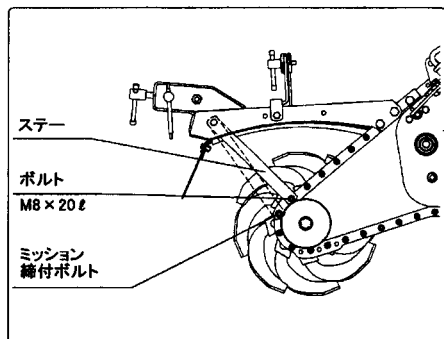

図56
- ⑤ ステアを1段上にセットしてください。(M8×20 ϕ ボルト) (図56)
- ⑥ ミッション締付ボルトを取付けてください。(図56)